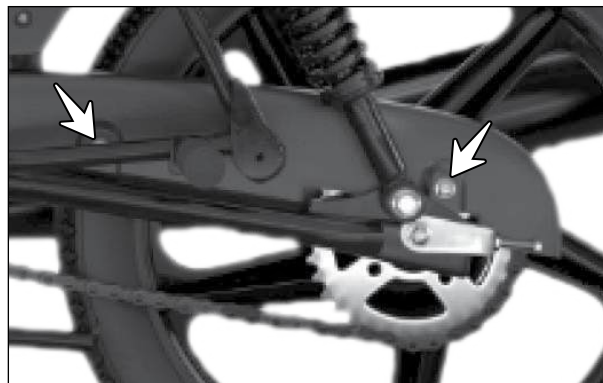

Fig. 2.58
- Remova os parafusos (M6x12) e as arruelas (setas) de fixação da cobertura da corrente e remova a cobertura da corrente. (Fig. 2.58)